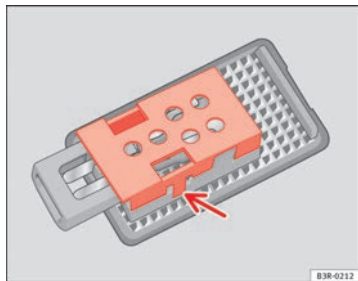

Abb. 225 Gepäckraumbeleuchtung
- Bauen Sie Schutzabdeckung aus und nehmen Sie die Glühlampe aus ihrer Aufnahme ⇒ Abb. 225. ■